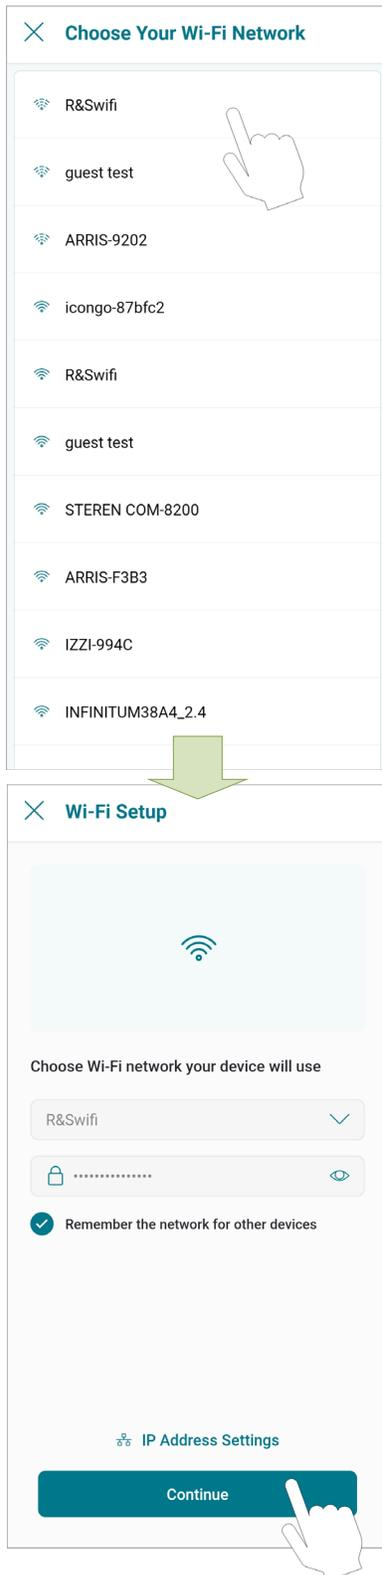

Figure 79. Configuration Wi-Fi
5. L'écran « Wi-Fi setup » (Configuration Wi-Fi) s'affiche. Sélectionnez ou renseignez le réseau Wi-Fi auquel vous souhaitez connecter votre appareil et entrez le mot de passe du réseau. Voir Figure 79.